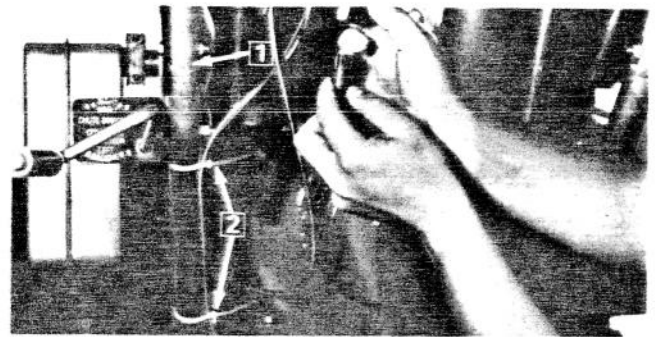

Figure 12
25. Fixez les fils au mancheron gauche avec deux attaches (Fig. 12).